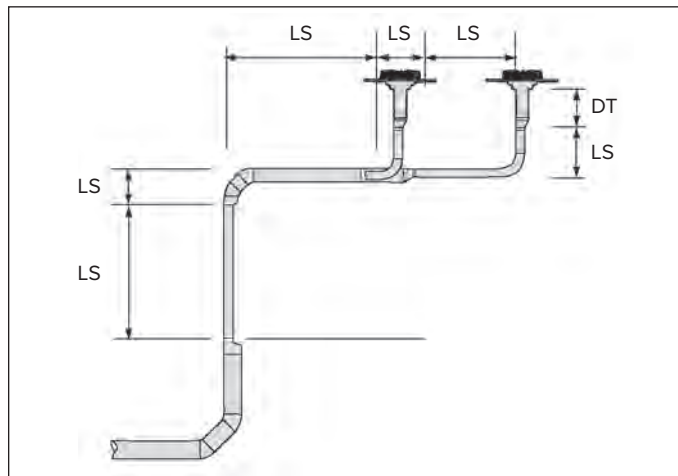

Imagen 1.2
Para calcular con precisión todas las dimensiones, el conjunto del sistema se divide en trayectorias de flujo (L) respectivamente desde el desagüe de la cubierta hasta el punto de salida. Cada trayectoria de flujo se divide a su vez en secciones de tubería (LS, véase imagen 1.2). Las pérdidas de presión de cada sección de tubería van añadiéndose (Σ en la ecuación 1.6) y se contrastan con la pérdida de presión disponible. Una sección de tubería se extiende en principio entre dos racores de tubería (en caso de cambio de la trayectoria o la dimensión). Por su parte, un sumidero es una sección de tubería separada (DT). Cuando la longitud de una sección de tubería es mayor de 10 metros, esta debe dividirse en dos secciones con el fin de permitir un cálculo más preciso.